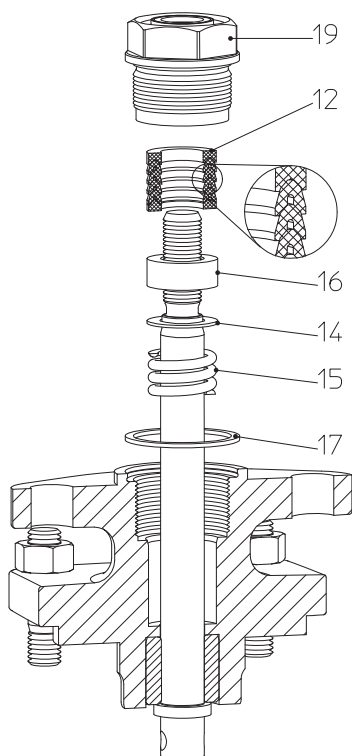
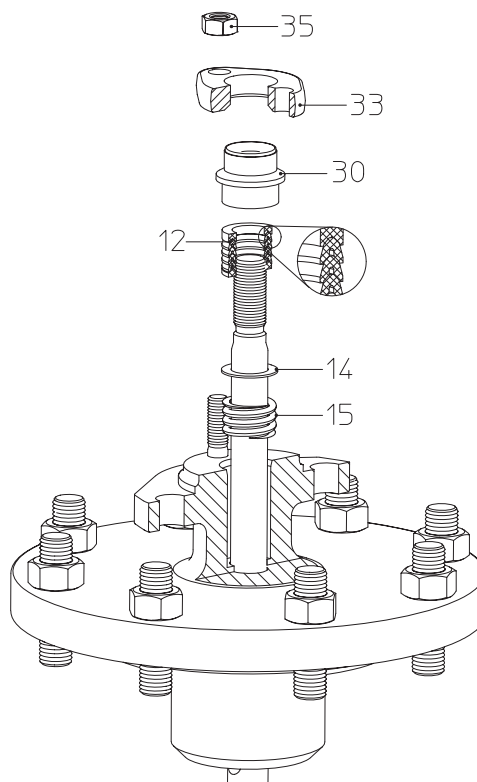

Fig. 8: Anello di tenuta a V DN15-100
Fig. 9: Anello di tenuta a V DN125-150
- Quando si sostituiscono gli anelli di tenuta a V (pos.12) bisogna rispettare la corretta sequenza e posizione di montaggio delle singole parti (si veda Fig. 8 - Fig. 9).
- DN15-100: la guarnizione (pos.17) deve essere cambiata.